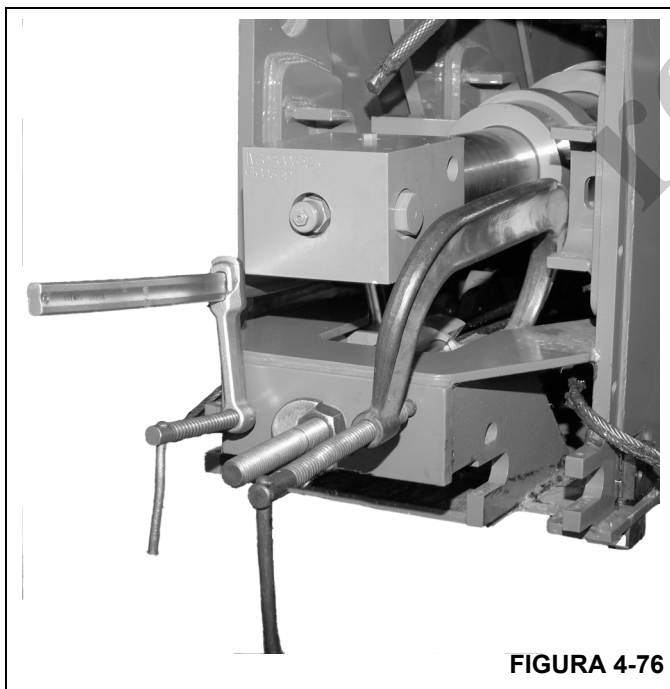

FIGURA 4-76
27. Prenda cuidadosamente o conjunto de fixação no conjunto soldado de fixação da seção intermediária interna (Figura 4-76).